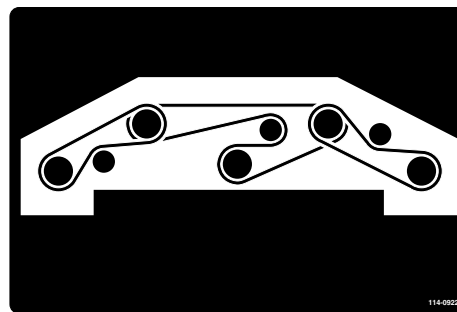

Figura 126
8. Pase la correa nueva alrededor de las poleas libres y de la polea tensora (Figura 126).